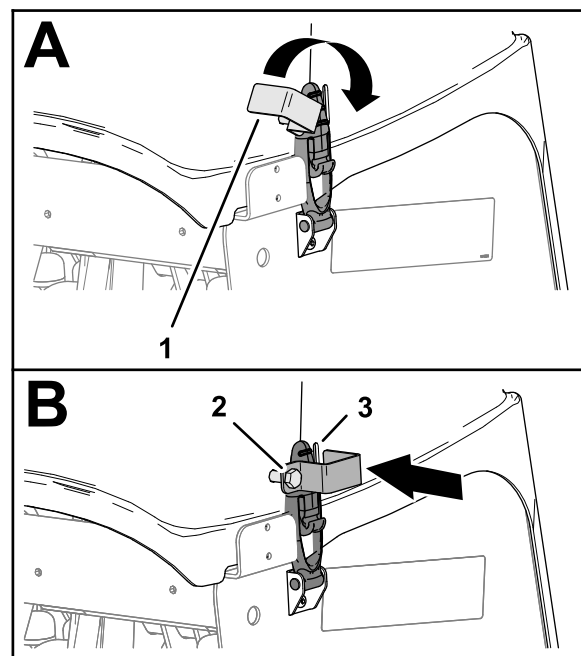

図 143
3. CE 向けラッチロック搭載マシンでは、ロックプレートのコアリングヘッドカバーの側面にあるスロットに嵌める図 143。
4. ロックプレートのボルトを締め付ける図 143。